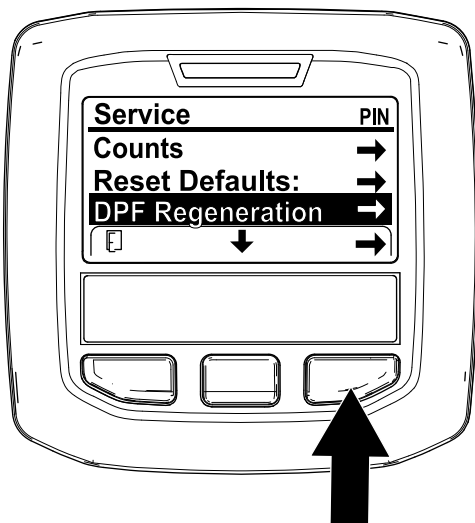

Figura 37
1. Accedete al menu Service e premete il pulsante centrale per scorrere il menu verso il basso fino all'opzione DPF REGENERATION ((Rigenerazione FAP) (Figura 37).
2. Premete il pulsante destro per selezionare la voce DPF Regeneration (Figura 37).